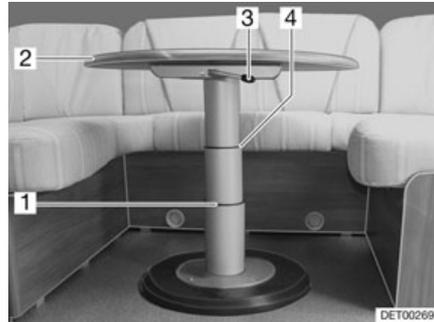

Fig. 89 Mesa elevadora del grupo de asientos circular
- Girar la palanca de bloqueo (Fig. 89,3) hacia la izquierda. El bloqueo está abierto.
- Presionar el tablero de la mesa (Fig. 89,2) por el centro hacia abajo hasta el tope deseado (Fig. 89,1 ó 4) y manténgalo presionado.
- Girar la palanca de bloqueo (Fig. 89,3) hacia la derecha. La mesa elevadora está bloqueada.